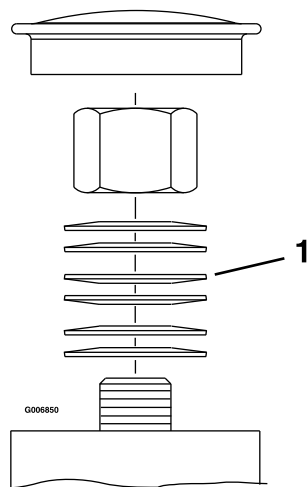

Figura 55
3. Retire a tampa antipoeira da roda giratória e aperte porca de bloqueio até que as anilhas de mola estejam planas e, em seguida, recue 1/4 de volta para aplicar devidamente a pré-carga nos rolamentos (Figura 54 e Figura 55).
Importante: Certifique-se de que as anilhas de mola estão corretamente montadas como apresentado na Figura 54 e Figura 55.